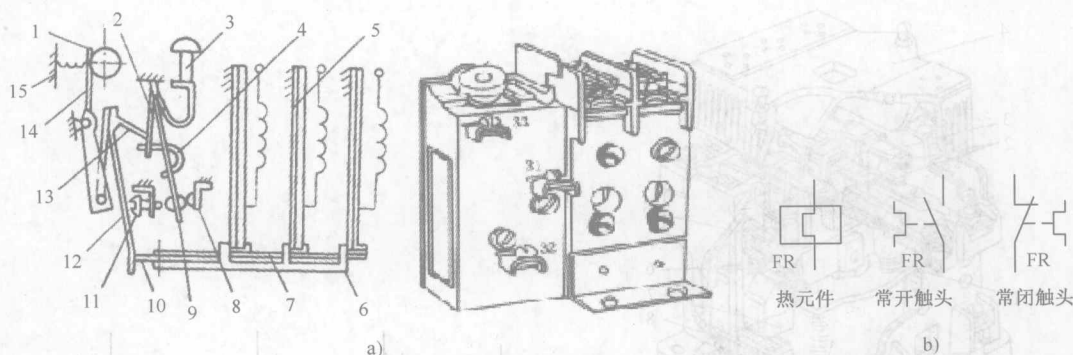

图 1-11 热继电器的结构与符号
2) 结构与符号。如图 1-11 所示, 热继电器一般由热元件、动作机构、触头系统、电流整定装置、复位机构和温度补偿元件等组成。当所保护的电动机或电器设备过载时, 流过热继电器热元件的电流产生的热量足以使双金属片弯曲, 从而推动导板使常闭触头断开、常开触头闭合。